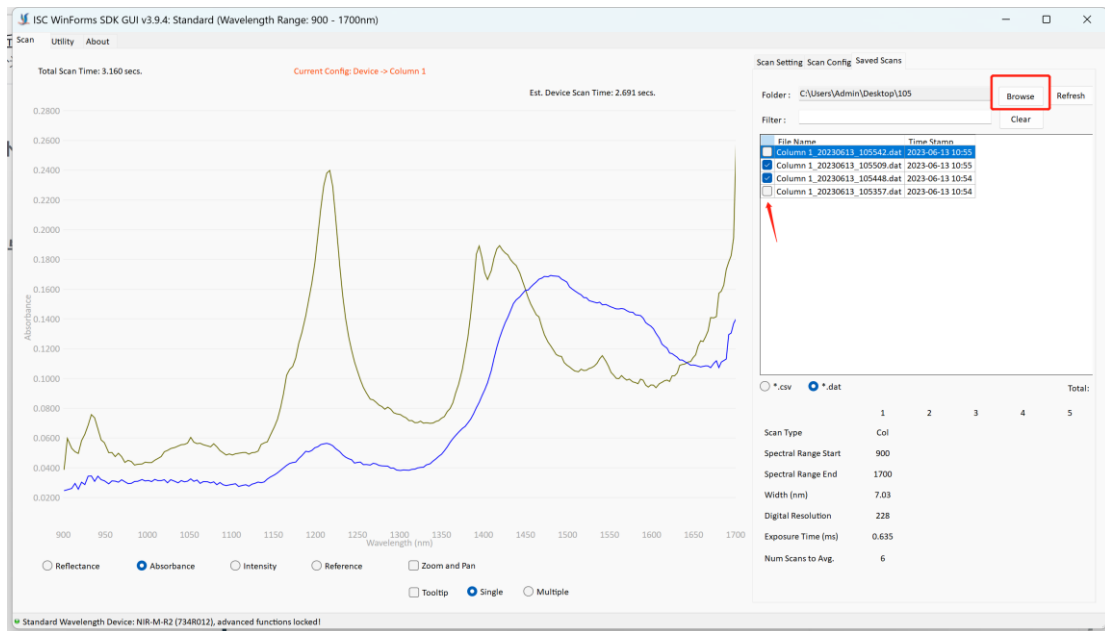

图 7 历史数据文件
6) 选择历史数据文件夹 (图 7 右上角)，点击【Browse】按钮，在弹出对话框选择保存数据的文件夹，即可查看历史数据。做实验测试时，建议和项目文件夹一致，便于查看当前实验测量数据。勾选历史数据 (图 7 箭头处)，可以加载多个光谱图做对比显示。